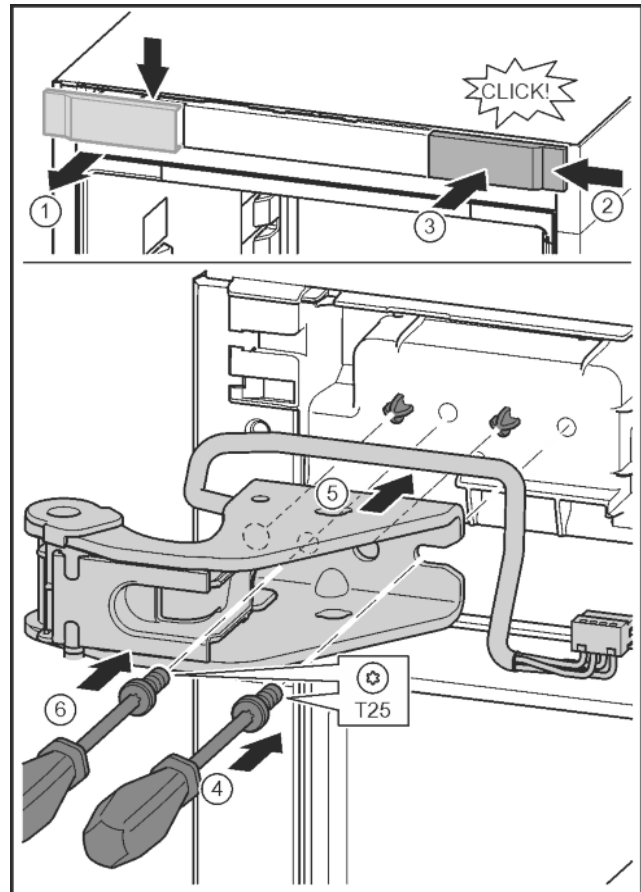

Fig. 27
- ▶ Abdeckung lösen und seitlich abnehmen. Fig. 27 (1)
- ▶ Abdeckung um 180° gedreht auf der anderen Seite von rechts einhängen. Fig. 27 (2)
- ▶ Abdeckung einrasten. Fig. 27 (3)
- ▶ Schraube mit Schraubendreher T25 ansetzen. Fig. 27 (4)
- ▶ Oberen Lagerbock ansetzen. Fig. 27 (5)
- ▶ Schraube festdrehen. Fig. 27 (4)
- ▶ Schraube mit Schraubendreher T25 einsetzen und festdrehen. Fig. 27 (6)